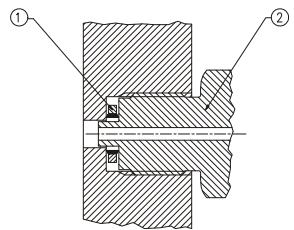

Fig. 1
- Geeignete Dichtscheibe verwenden (vgl. Fig. 1). Sonderanschlüsse wie NPT- oder Innengewinde nach anwendungstechnischen Normen abdichten.